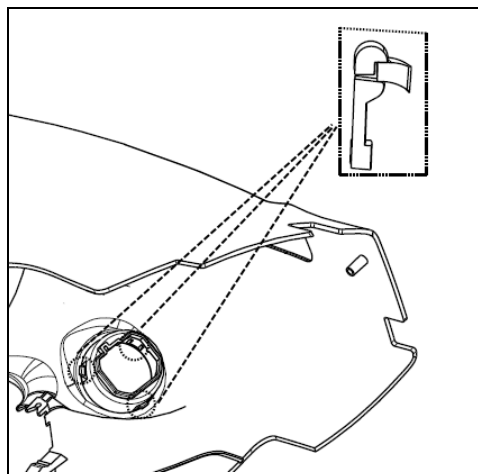

图 2.1.5 启动按钮安装座的拆卸
- (4) 卸下启动按钮后（启动按钮的拆卸见电器章节），从下护板总成里面把如图 2.1.5 所示三